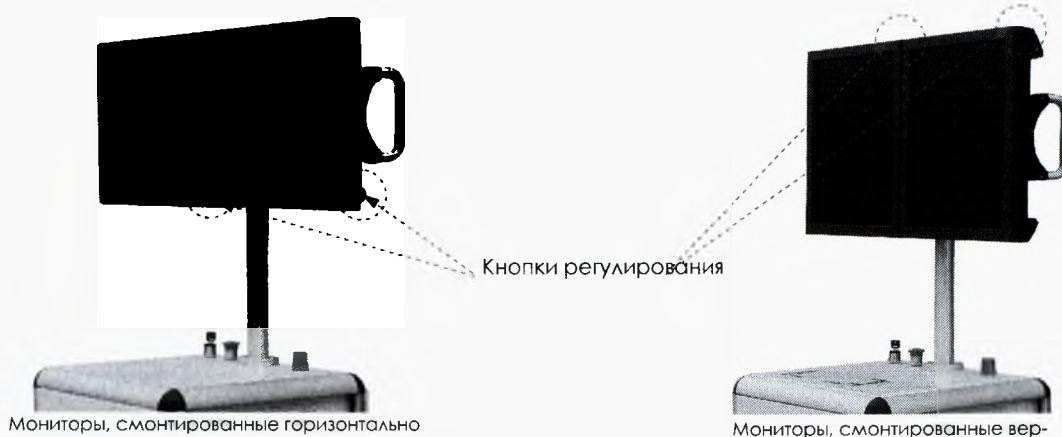

Рисунок 164
- используйте двухфункциональную кнопку управления экранным меню (см. рисунок 164);